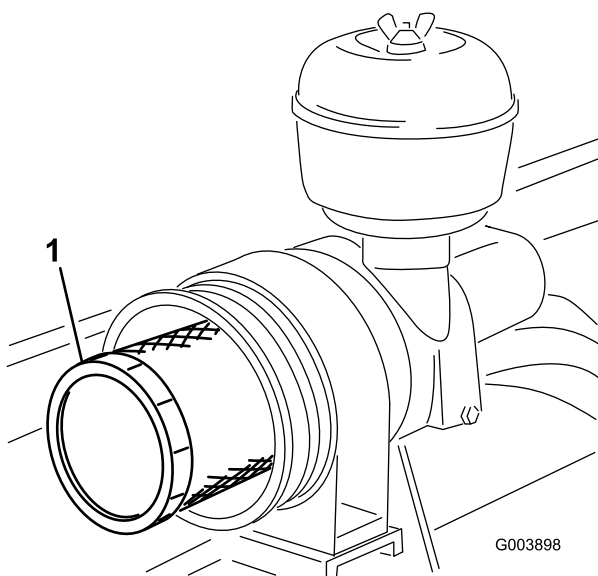

Figura 51
3. Retire e substitua o filtro primário (Figura 51).